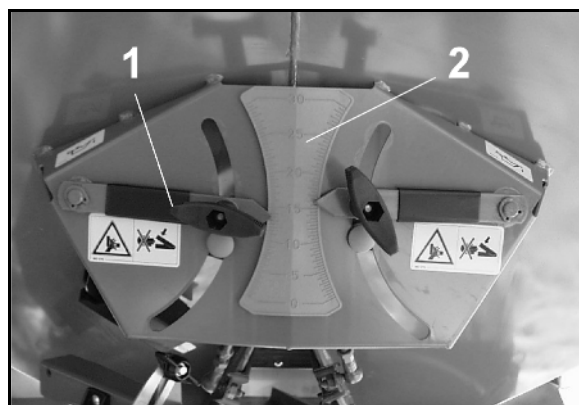
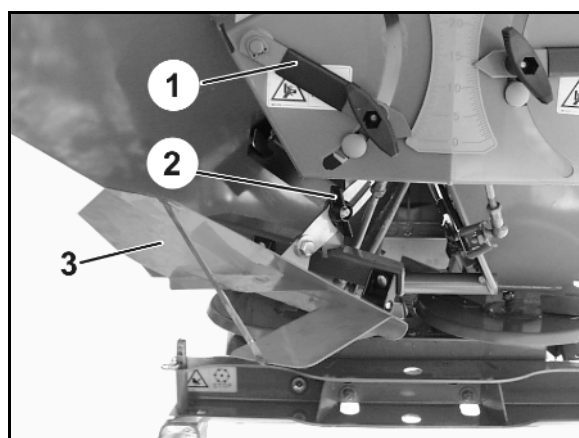

Fig. 85
Fig. 86
- Luk venstre spjæld (Fig. 85/1).
2. Løsn vingemøtrikken (Fig. 85/2).
3. Vip grænsespredeskærmen (Fig. 85/3) ned fra deaktiveret stilling til driftsstilling (Fig. 86).
4. Spænd vingemøtrikken (Fig. 85/2).